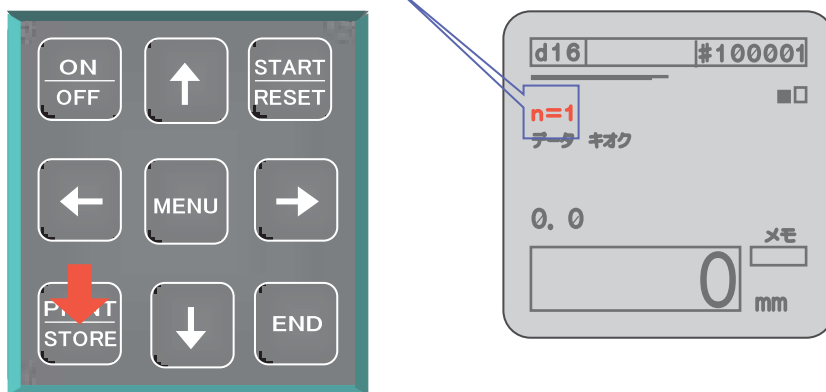

図73
- STOREキーを押し、今の測定結果を保存してください。(図73参照)